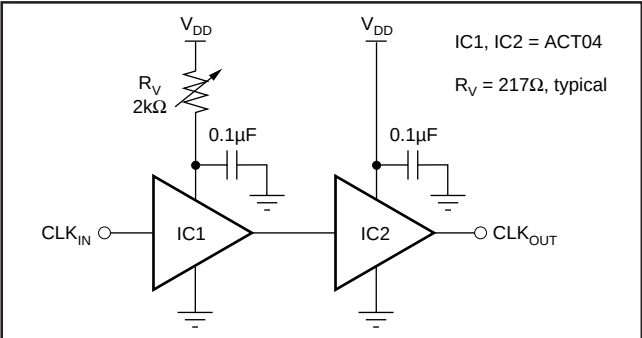

図4. クロック・スキュー発生回路
- ほとんどのアプリケーションでは、クロック・デューティは50%に設定します。しかし、変換レートが35MHz以上で入力信号周波数が2MHzより低い場合は、DNL特性を改善しミッシング・コードの発生を防ぐため、デューティ・サイクルに若干のスキューを与えて下さい。図4には、50%のデューティ・サイク
しかし、ノー・ミッシング・コードを必要とするアプリケーションでSOPを使用する場合、デューティ・サイクルに微妙なスキュー差を与えることで、交換レート35MHz以上および入力周波数2MHz以下（タイミング図を参照）でのDNL特性を向上させます。SSOPで最良の性能を得るには、交換レートが35MHz以上の場合、入力の信号周波数に関係なくクロックをスキューさせます。50%デューティ・サイクル・ソースをスキューする方法については、図4を参照してください。